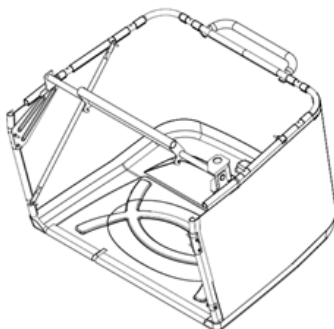

Fig.7E
2. Puneți ansamblul suport în coșul de colectare. (Fig.7E)